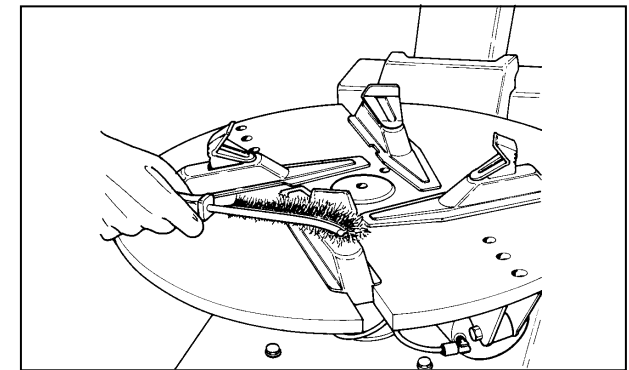

Fig. 25
C. Clean the teeth of the clamps with a wire brush, check the plastic rim protectors and replace if worn (Fig.25).
C. Nettoyer avec une brosse en acier les dents des griffes et contrôler les protections en plastique: si celles-ci sont détériorées les remplacer avec de nouvelles protections (Fig.25).